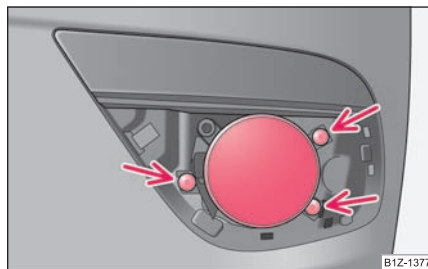

Fig. 250 Paragolpes delantero: Faros antiniebla
- Quite los tornillos con ayuda del destornillador*, parte integrante de la herramienta de a bordo²⁴⁾ ⇒ página 274, fig. 250.